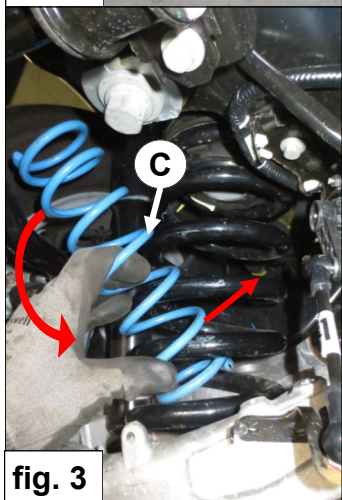

fig. 3
3. Plaats veerschotel B. Breng de hulpveer C met een kantel beweging in de hoofdveer. Zie fig. 3 & 4.
3. Fit spring seat B. Tilt the auxiliary spring C into the main spring. See fig. 3 & 4.
3. Montieren Sie den Federteller B. Drehen Sie der Hilfsfeder C in der originale Hauptfeder. Siehe Fig. 3 & 4.
3. Placez la coupelle B. Introduisez le ressort auxiliaire C avec un mouvement de basculement dans le ressort principal. Voir fig. 3 & 4.
3. Placera fjädersäte B. Ta med ytterligare fjädern C med en lutande rörelse i huvud fjädern. Se fig. 3 & 4.
3. Coloque el disco de muelle B. Llevar el muelle auxiliar C con un movimiento de inclinación en el muelle real. Véase fig. 3 & 4.